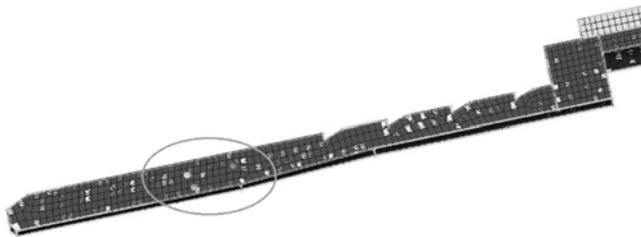

图 5-89 选择不共线节点
- (1) 进入 tool>reflect 面板。
- (2) 激活 elems 选择器, 在弹出菜单中选择 displayed。
- (3) 再次单击选择器, 在弹出菜单中选择 duplicate>original comp.
- (4) 激活 N1 节点选择器, 在如图 5-89 所示面上依次选择 3 个不共线节点。
- (5) 单击 reflect 按钮。
- (6) 重复 (2) ~ (5) 步直到生成完整的 3D 网格模型。
- (7) 单击 return 按钮。